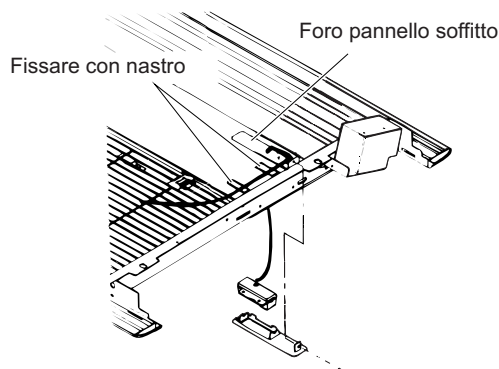
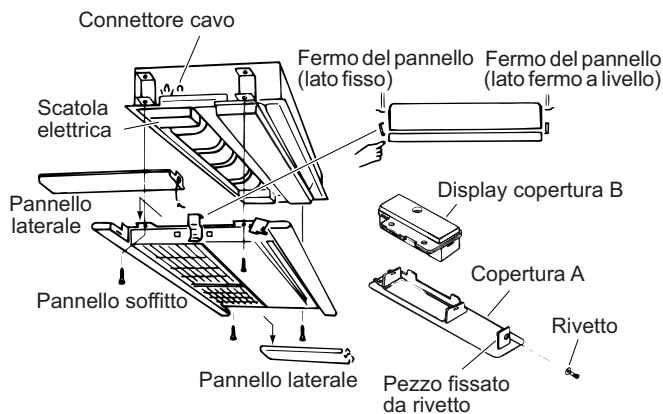

Fig. 3-16
Fig. 3-17
- (1) Togliere il pannello laterale.
- (2) Togliere il pannello a soffitto.
- (3) Togliere la copertura A e la copertura B.
- a) Per rimuovere la copertura A, togliere i rivetti dall'interno del pannello a soffitto. (Fig. 3-17)
- (4) Installare il display sulla copertura A.
- (5) Far passare il cavo isolato dal display nel foro del pannello a soffitto. Rimontare la copertura A.
- (6) Dare al cavo isolato la forma mostrata in figura (Fig. 3-16). In corrispondenza della staffa di fissaggio della copertura (parte fissata dai rivetti), prolungare il cavo parallelamente alla superficie laterale del pannello a soffitto. Fissare con del nastro.